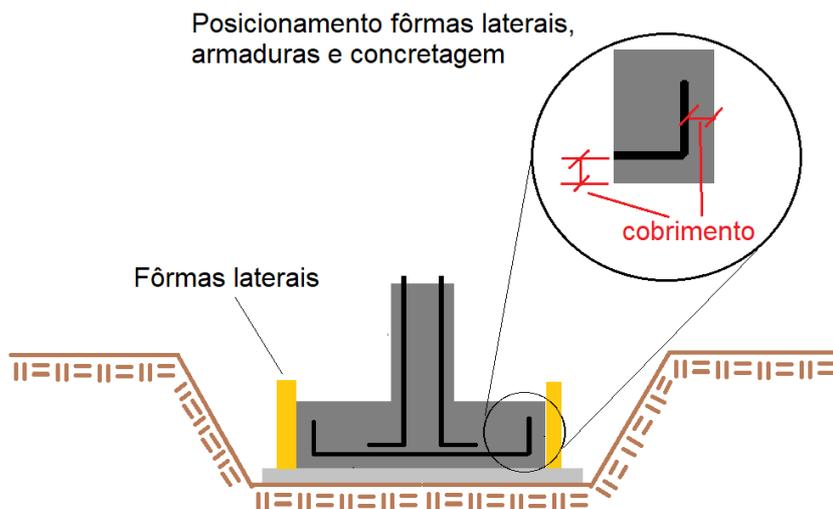

Figura 17: Concretagem da fundação superficial.
**aço** utilizado. O controle tecnológico neste caso significa que tanto o concreto quanto o aço utilizado devem ser submetidos a ensaios (ex.: abatimento, resistência de ruptura) de modo a garantir confiabilidade aos materiais empregados e ao elemento executado, conforme previsto em projeto (Figura 17).